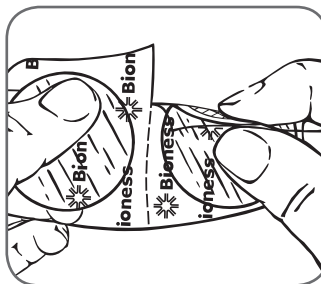

Abbildung 6-9: Abtrennen der neuen L300-Hydrogel-Elektroden
4. Trennen Sie die neuen L300-Hydrogel-Elektroden entlang der Perforationslinie ab (siehe Abbildung 6-9).